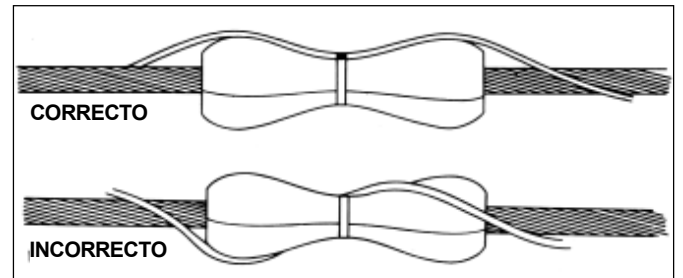

FIGURA 5
2.2 Observe en estas figuras la posición correcta e incorrecta de aplicación de las Varillas Preformadas (Figura 5).